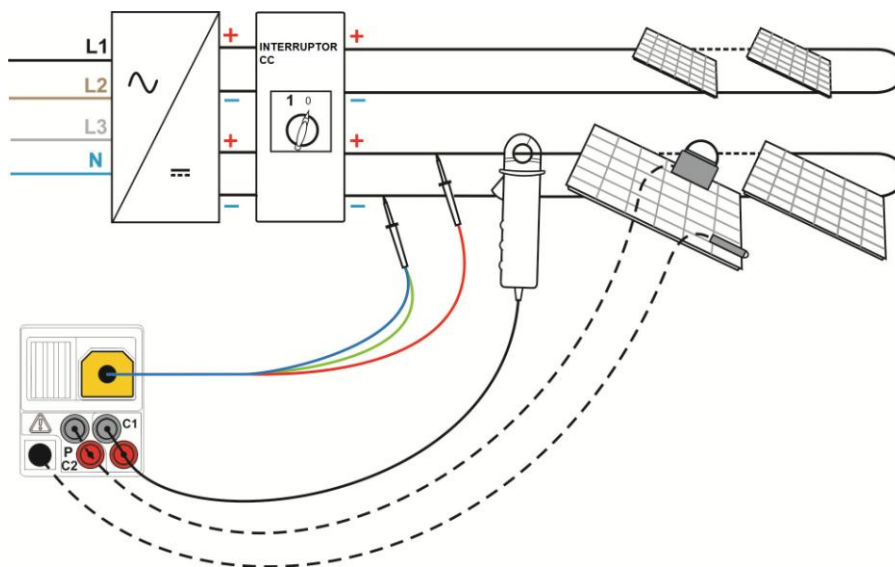
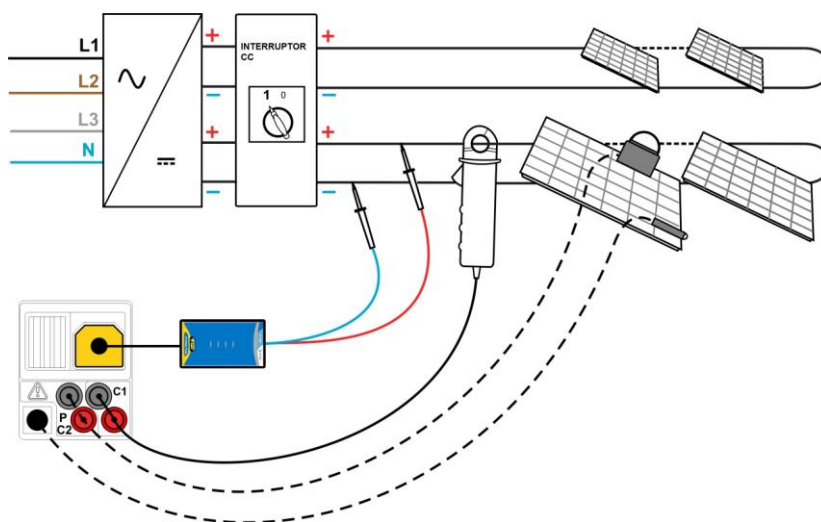

Figura 5.21: Conexión con el cable de prueba fotovoltaico universal
Figura 5.22: Conexión con la pica de seguridad fotovoltaica
- ❑ **Conecte** el cable de prueba fotovoltaico universal / pica de seguridad fotovoltaica, la(s) pinza(s) de corriente y los sensores al instrumento (vea la Figura 5.21 y la Figura 5.22).
- ❑ **Conecte** los accesorios al sistema fotovoltaico comprobado (vea la Figura 5.21 y la Figura 5.22).